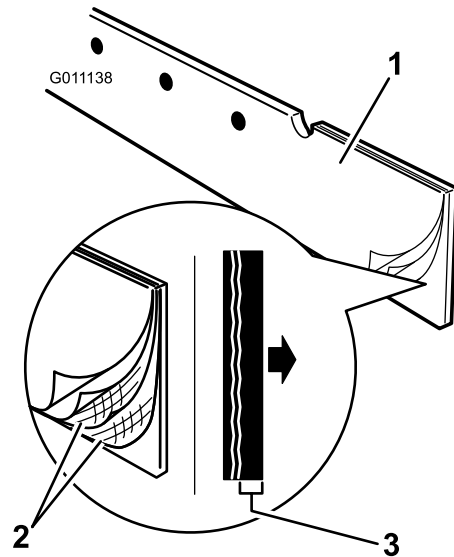

**Figura 3**
4. Instale el soporte en los taladros usando 2 pernos autorroscantes (Figura 3).
5. Instale 7 tuercas rápidas en los taladros abiertos del soporte (Figura 3).